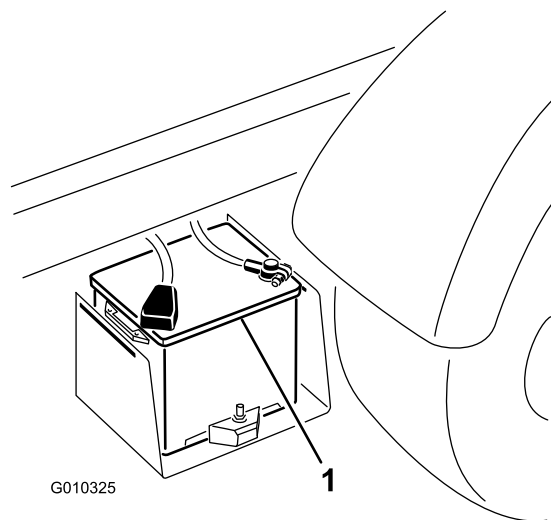

Рисунок 54
2. Подключите соединительный кабель между положительными штырями двух аккумуляторов (Рисунок 54). Положительный штырь может быть распознан по знаку + на верхней стороне крышки аккумулятора.